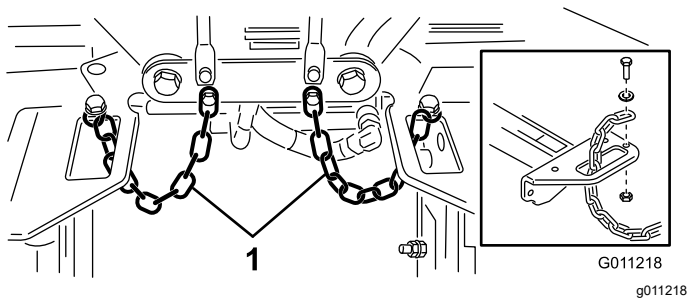

図 23
4. 各キャリアフレームのスロットにチップチェーンを下から上に通し、これらのチェーンをキャリアフレームの上に固定するキャップスクリュ、ワッシャ、ロックナットを使用 図 23。